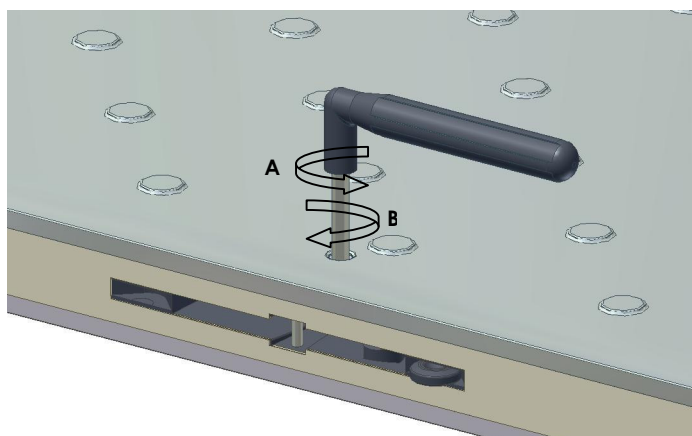

Fig. 3
- Girar la llave en el sentido contrario de las agujas del reloj hasta parar (Fig. 3 – Sentido **A**);
- Girar la llave en el sentido contrario hasta apretar (Fig. 3 – Sentido **B**)